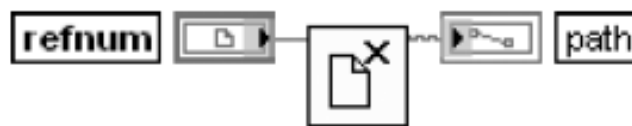

Рис.7.5. – Закрытие файла
- **Close File** - Функция закрывает открытый файл, определяемый (**refnum**) (ссылкой), и возвращает (**path**) (путь) к файлу, соответствующий ссылке. Ошибка ввода/вывода формируется только в этой функции, которая закрывает файл, несмотря на ошибки в предыдущих операциях. Это гарантирует корректное закрытие файлов. Структурная схема показана на рис.7.5.